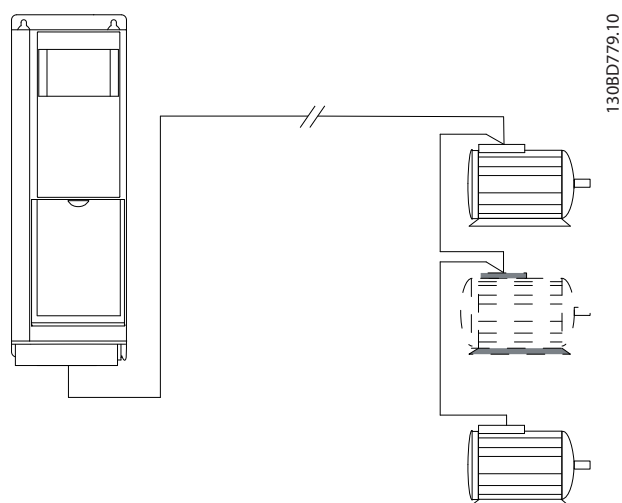

Рисунок 3.16 Длинные кабели при последовательном подключении
- В случае длинных кабелей без использования параллельного подключения см. Рисунок 3.16.